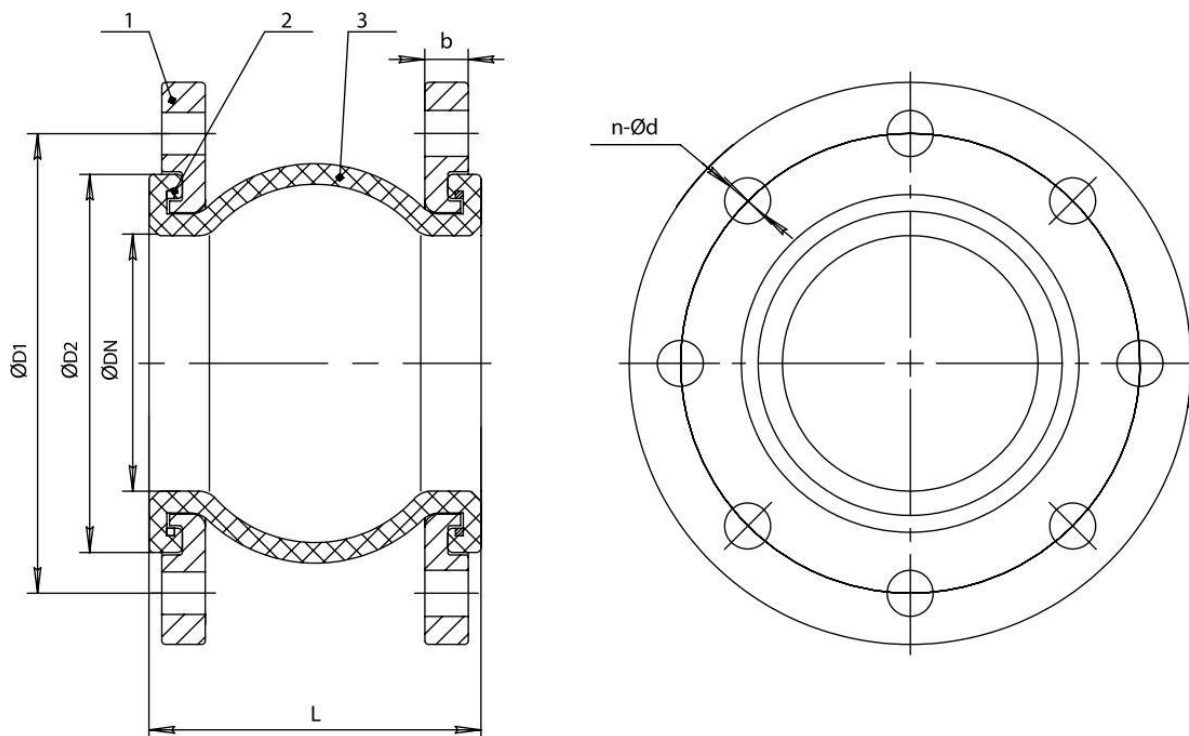

Рисунок 1
1.3.1. Основные элементы конструкции компенсатора приведены в табл.2, на рис.1.